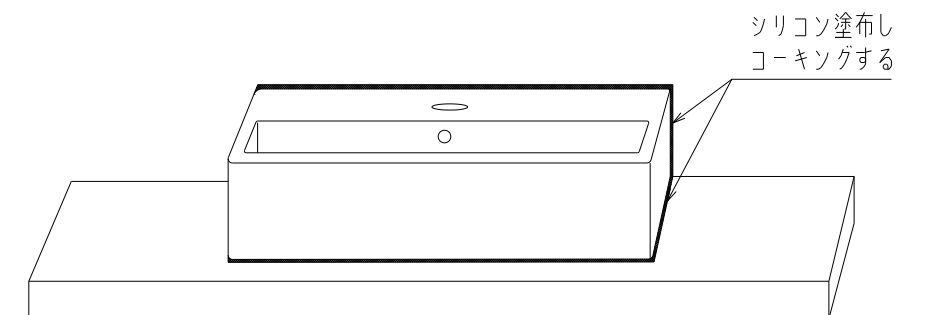

図8
- 4) 洗面ボウル固定後、水漏れなどを防ぐ為に図8のように洗面ボウルまわり（カウンター、壁と接触するところ）をシリコン塗布によりコーキングを施し水漏れ防止を行って下さい。